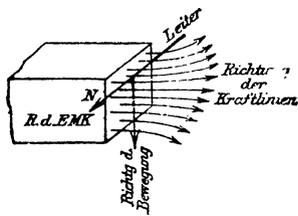

Fig. 65.
**Gesetz 14:** Wird ein Leiter in einem magnetischen Felde so bewegt, daß er Kraftlinien schneidet, so wird in ihm eine elektromotorische Kraft induziert. (Fig. 65.)